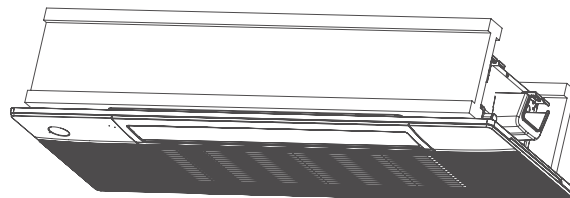

**Figure 7.6**
3. Réinstallez le couvercle de la boîte de commande que vous avez retiré plus tôt dans l'installation en réinstallant les deux vis. Ensuite, mettez l'interrupteur du disjoncteur sur la position **ON**. Voir la **figure 7.6** ci-dessous.